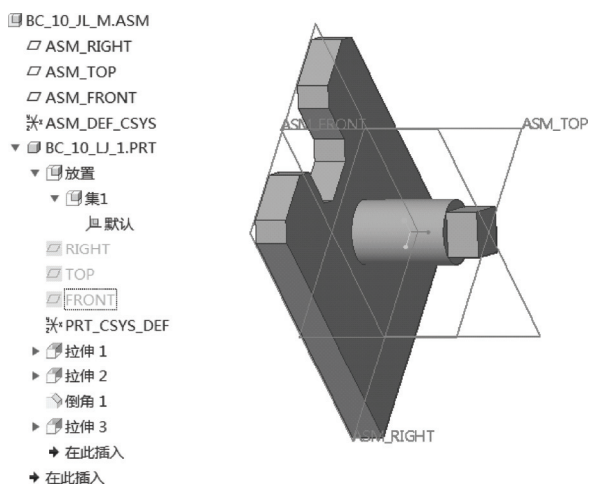

图 10-30 装配第一个零件
4) 系统提示“状况：完全约束”。在“元件放置”选项卡中单击 （完成）按钮，在默认位置装配元件，效果如图 10-30 所示，图中已经将元件内部的基准平面隐藏起来了。